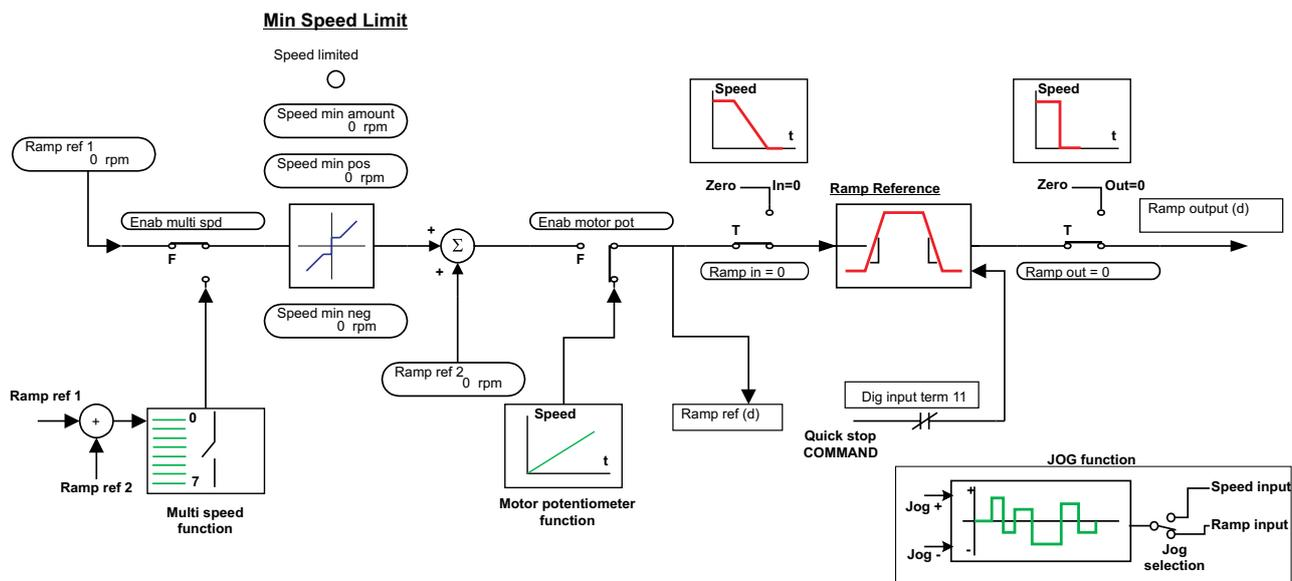

Figura 6.4.1.1: Riferimenti alla rampa
- Ramp ref 1** Riferimento 1 per la rampa. Il valore inserito dipende dal Fattore funzione.
- Ramp ref 1 (%)** Riferimento 1 per la rampa, valore in percento di **Speed base value**.
- Ramp ref 2** Riferimento 2 per la rampa. Il valore inserito dipende dal Fattore funzione.
- Ramp ref 2 (%)** Riferimento 2 per la rampa, valore in percento di **Speed base value**.
Il riferimento complessivo per la rampa **Ramp ref** è il risultato della somma dei valori con segno di **Ramp ref 1** e **Ramp ref 2** (vedere figura 6.4.1.1).